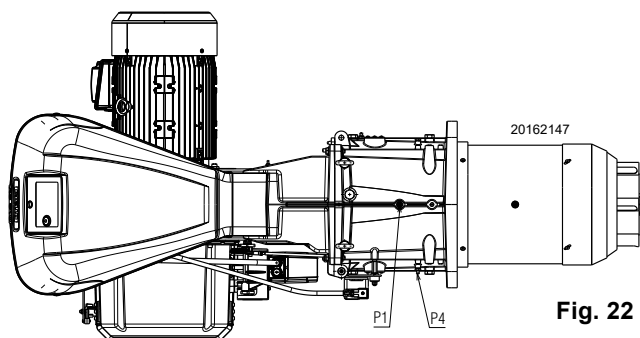

Fig. 22
Presión del gas medida en la toma P1)(Fig. 22), con:
- restar de la presión del gas en la toma P1)(Fig. 22) la presión en la cámara de combustión.
$$\begin{aligned} \text{Presión del gas en la toma P1)(Fig. 22)} &= 27.6 \text{ mbar} \\ \text{Presión en la cámara de combustión} &= 2 \text{ mbar} \\ 27.6 - 2 &= 25.6 \text{ mbar} \end{aligned}$$
En cambio para conocer la presión del gas que se necesita en el conector hembra P1)(Fig. 22), una vez fijada la potencia MÁX a la cual se desea que funcione el quemador:
- Leer a la derecha, columna 1, la presión en la toma P1)(Fig. 22).
presión necesaria en la toma P1)(Fig. 22).